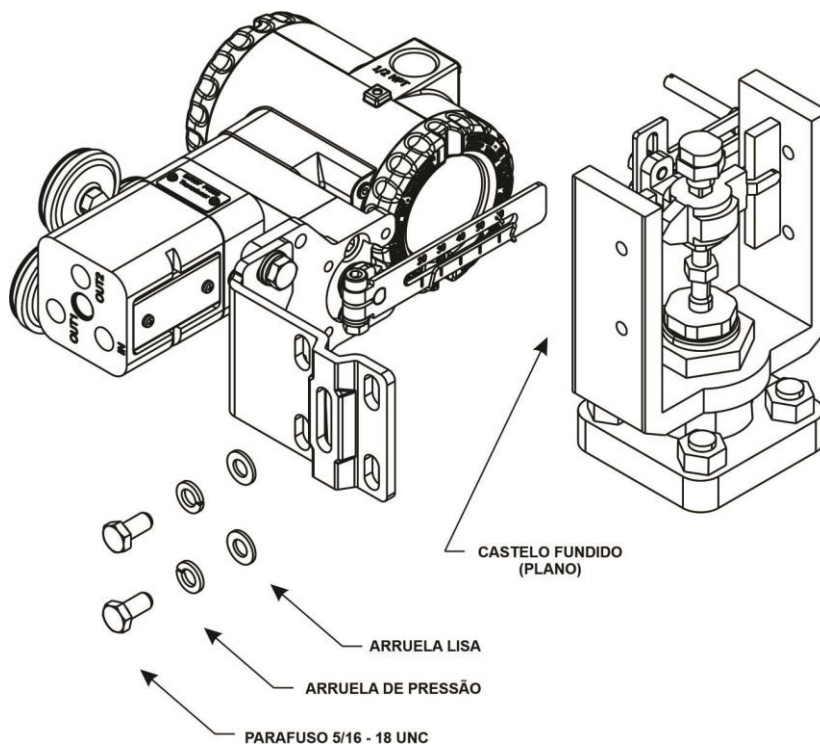

Figura 1.14 – Fixação do suporte de montagem em castelo fundido com superfície plana
- **Para atuadores com castelo fundido com superfície plana**, utilize dois parafusos 5/16 – 18 UNC, duas arruelas de pressão e duas arruelas lisas. Veja figura 1.14.